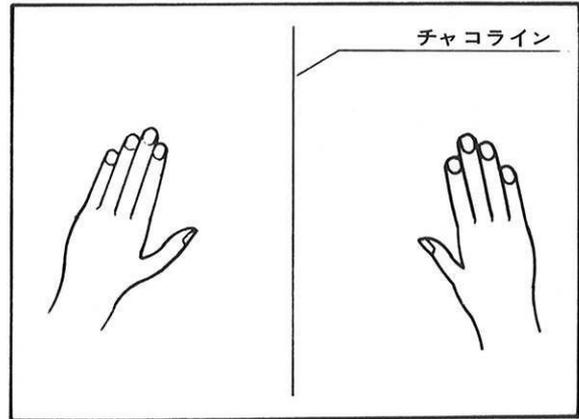

図1
**15-2**適当な間隙でマチ針を打ち、仮止めを図1、図2のように手を添えてください。